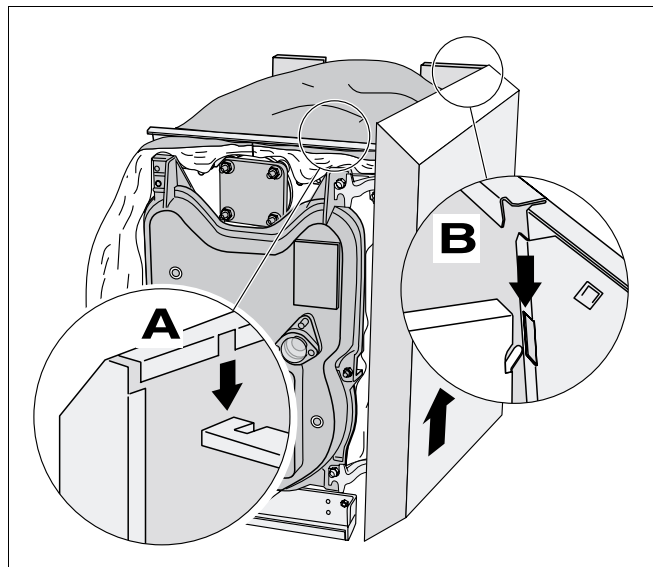

Fig. 47 Prinderea peretelui lateral
- Peretele lateral se ridică ușor (Fig. 47).
- Partea superioară decupată a peretelui lateral se agață de traversa superioară (Fig. 47, **Lupă A**).
- Partea inferioară a peretelui lateral se agață în cârligul prevăzut (Fig. 47, **Lupă B**).